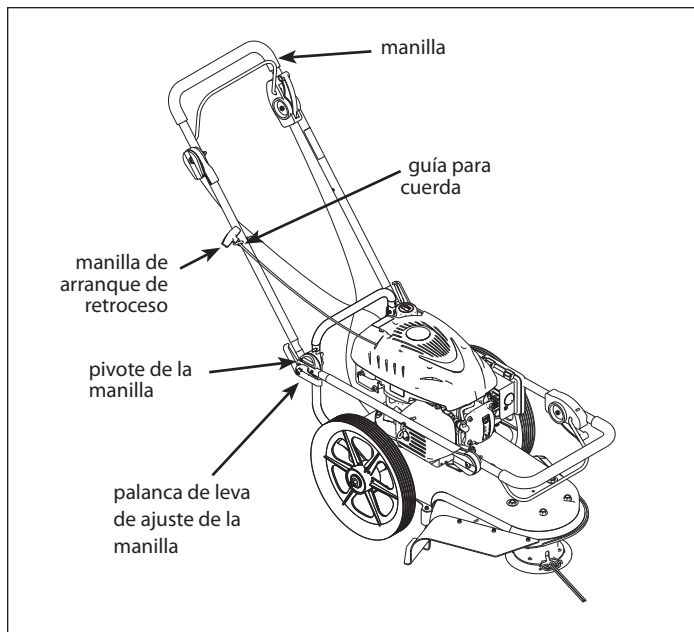

FIGURA 3: Cómo ajustar las barras de la manilla. La ilustración se muestra solo como referencia.
5. Para montar la manilla de arranque de retroceso a la guía para cuerda, tuerza la cuerda a lo largo de la guía para cuerda montada a la derecha de la manilla. **CONSULTE LA FIGURA 3.**